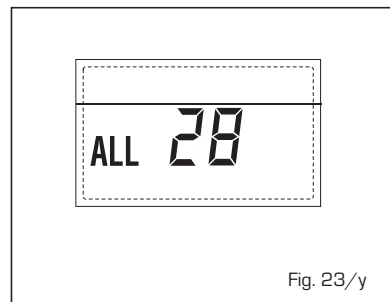

Fig. 23/y
- ANOMALIA NÚMERO DE ADAPTADORES LIGADOS "ALL 29" (fig. 23/z)